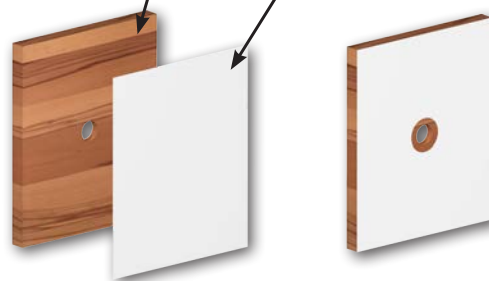

Fig. 27 / Abb. 27 / Afb. 27
- Plaats elke 20 cm een nietje (afbeelding 27).